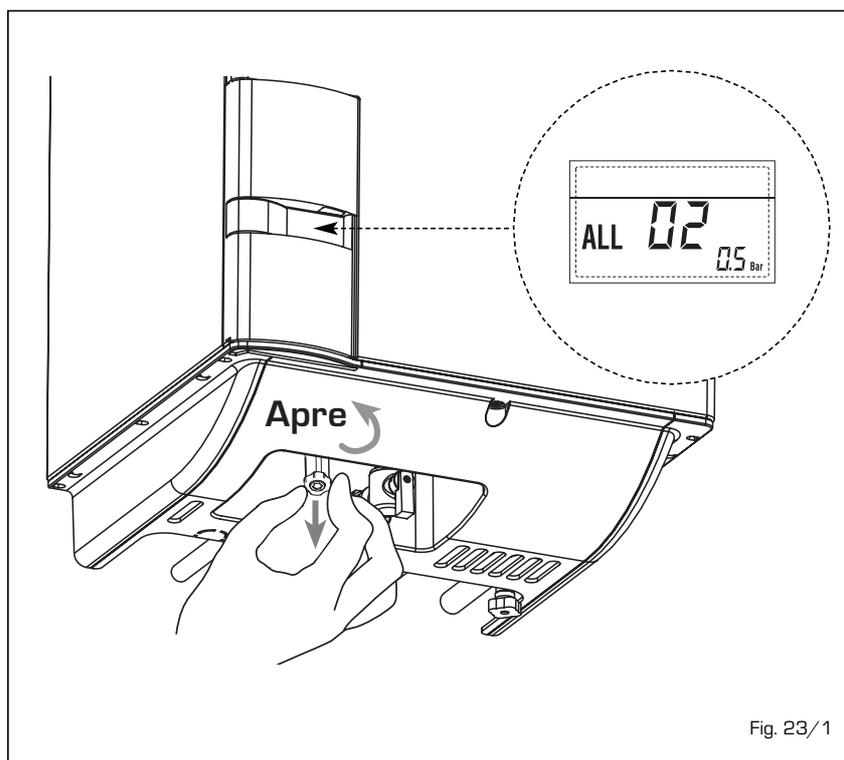

Fig. 23/1
- **ANOMALIA ALTA PRESSIONE ACQUA "ALL 03" (fig. 23/2)**